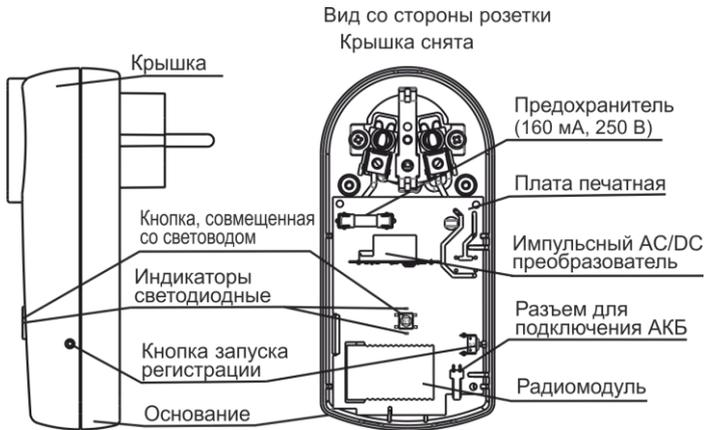

Рисунок 2
**4.1** Конструктивно маршрутизатор выполнен в корпусе, совмещенном с вилкой и розеткой на 230 В. Внутри корпуса находится печатная плата с радиоэлементами (рисунок 2).